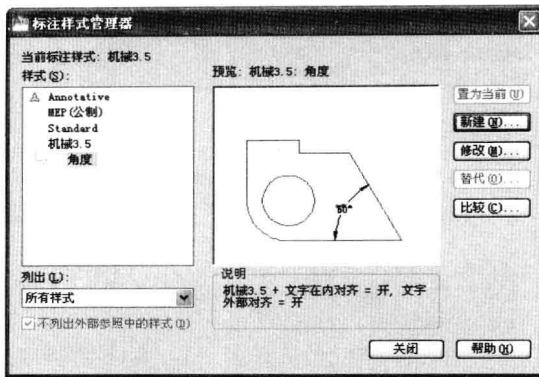

图 7-2-12
(11) 单击“确定”按钮，完成角度样式设置。返回标注样式管理器对话框，在“机械3.5”样式名称下显示了“角度”子样式名称，并且在对话框左上角显示出“当前标注样式”名称为“机械3.5”，如图7-2-12所示，单击“关闭”按钮，标注样式设置完成后，即可使用“机械3.5”样式标注出图形的尺寸了。